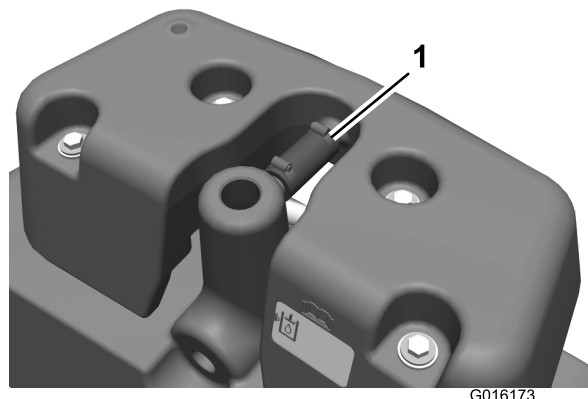

Figura 2
8. Afloje las abrazaderas sinfín y saque el tubo de rebose (Figura 2).
24. Sujete el extremo libre del tubo de rebose al tubo del depósito del detector de fugas con una abrazadera sinfín (Figura 2).